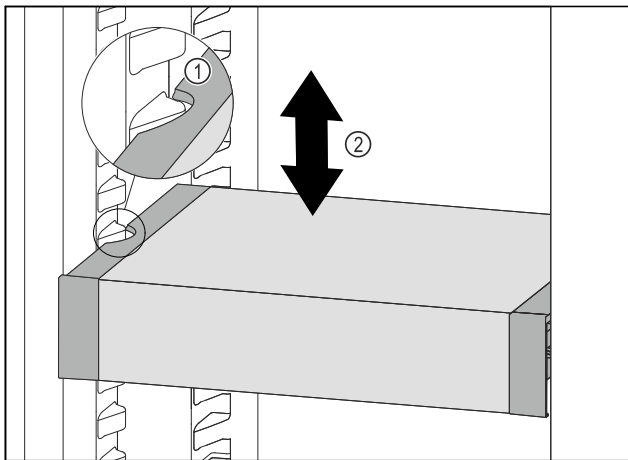

Fig. 60
- VarioSafe nach vorne ziehen, bis sich die seitlichen Aussparungen des VarioSafes auf Höhe der Behälterrippe im Kühlteil befinden. Fig. 60 (1)
- VarioSafe im Kühlteil nach oben oder unten bewegen, bis gewünschte Höhe erreicht ist. Fig. 60 (2)